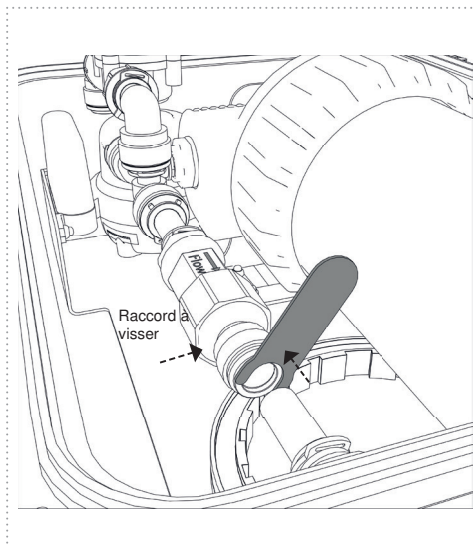

Figure 28
4. Desserrez le raccord à visser à l'aide de l'outil de desserrage (Fig. 28)